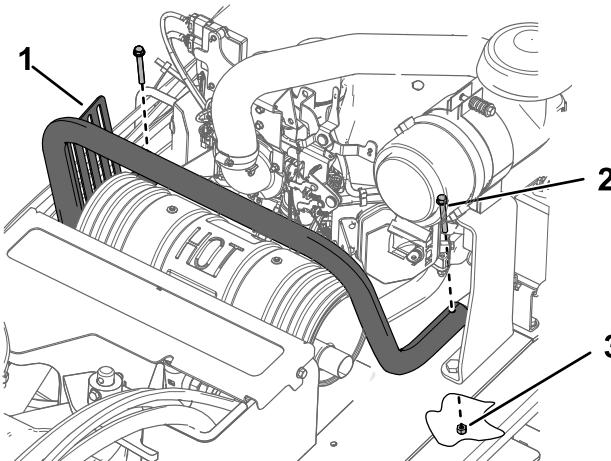

Figura 2
2. Montate la nuova protezione della marmitta utilizzando 2 bulloni (5/16" x 2½") e 2 dadi (5/16") nei fori posteriori (Figura 2).